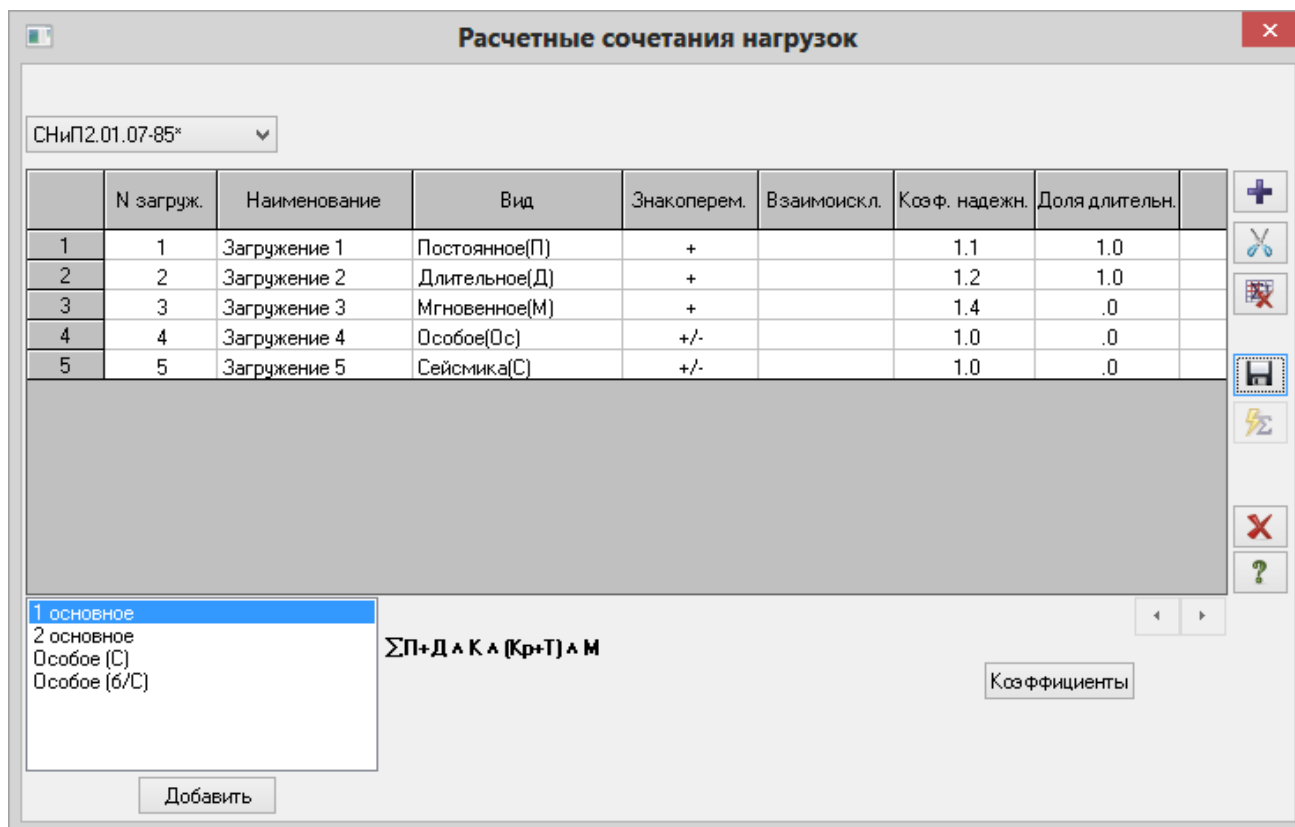

Рис.3.29. Диалоговое окно **Расчетные сочетания нагрузок**
- Щелчком по кнопке  – **РСН** (панель **Доп. расчеты** на вкладке **Расчет**) вызовите диалоговое окно **Расчетные сочетания нагрузок** (рис.3.29).